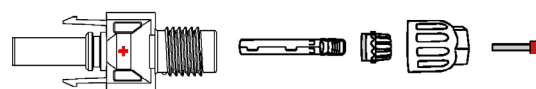

Fig. 38. Desmontaje del conector.
- c. Desmontar el conector de la bolsa de accesorios, tal como se muestra en la Fig. 38: